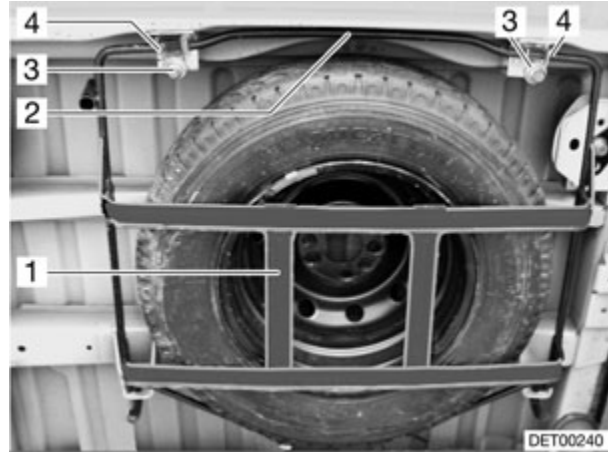

Fig. 210 Rueda de repuesto en el cesto de alojamiento
- Soltar los tornillos (Fig. 210,3) en el gancho (Fig. 210,4) derecho e izquierdo del soporte de la rueda de alojamiento.
- Empujar ligeramente hacia arriba el estribo (Fig. 210,2), presionar el gancho hacia atrás y desenganchar el estribo.
- Descender totalmente el cesto (Fig. 210,1) y extraer la rueda de repuesto.